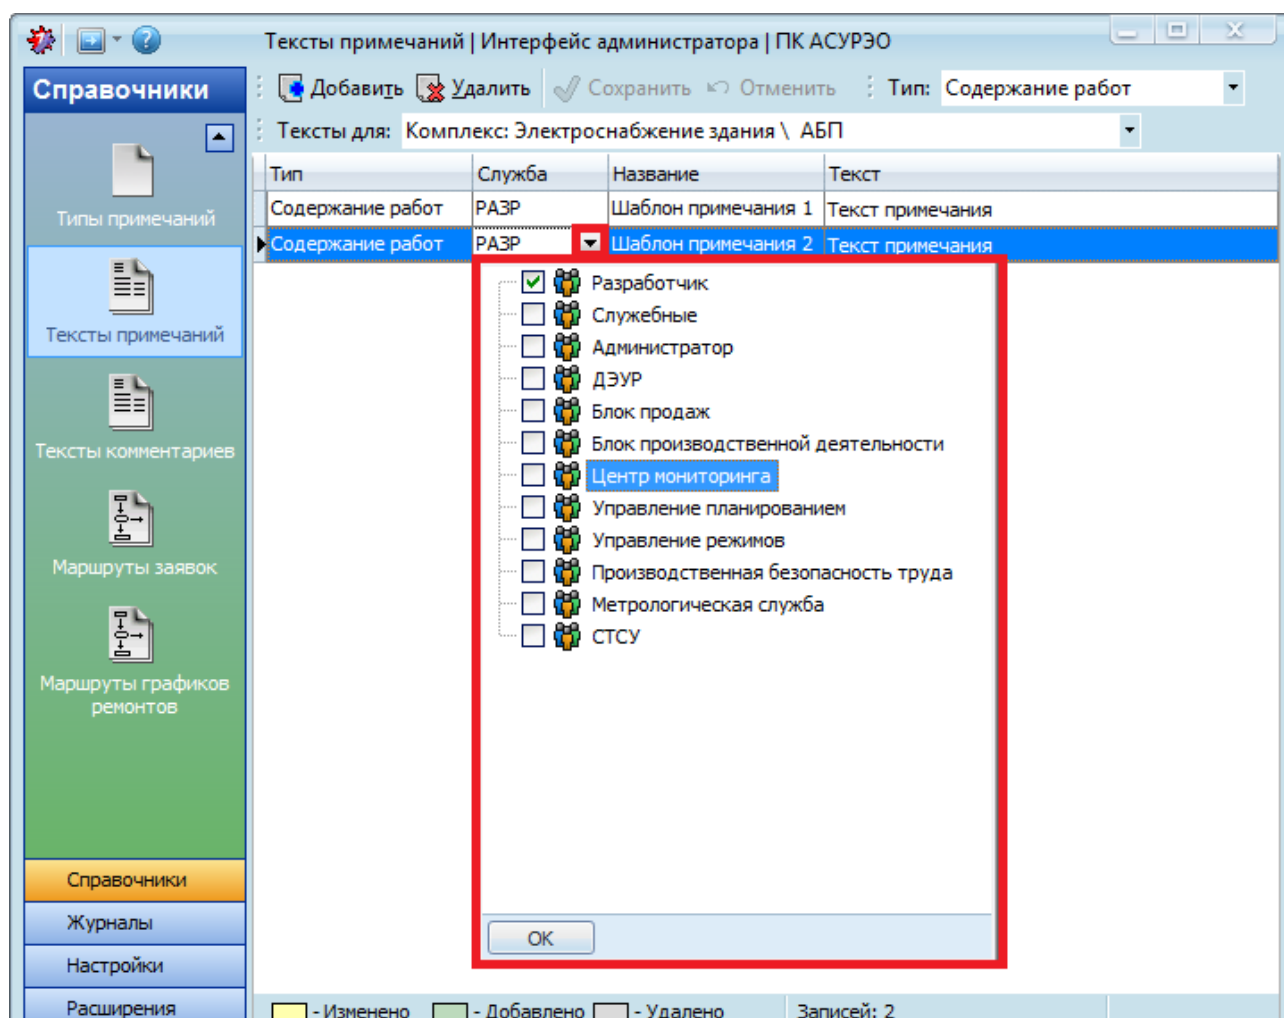

Рисунок 8.7 – Раскрывающийся список служб и пользователей
- «**Служба**». В поле вводятся службы (напротив необходимых служб устанавливаются флаги) из раскрывающегося списка, который содержит службы из справочника «Службы и пользователи» (см. раздел «7.2.1.3.2 Настройки служб») (Рисунок 8.7). Выбранным службам будет доступно данное текстовое примечание для заполнения. Администратор АСУРЭО может вводить тексты примечаний для любой службы. Если у пользователя отсутствуют права администратора, он может вводить тексты примечаний только для своей службы. По умолчанию поле заполнено службой пользователя, под которым осуществляется работа в системе.